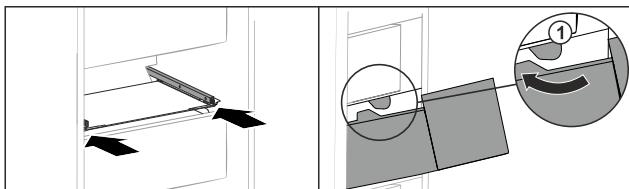

Fig. 151
- Прокарайте чекмеджето около ограничителите Fig. 151 (1).